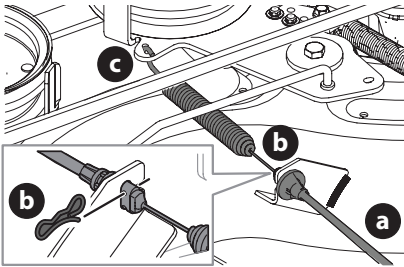

Figure 29
9. Retirez le câble de la prise de force (a) à l'arrière du plateau de coupe en enlevant la goupille fendue (b) qui le fixe. Enlevez le ressort (c) du support de la poulie de tension (Figure 29).